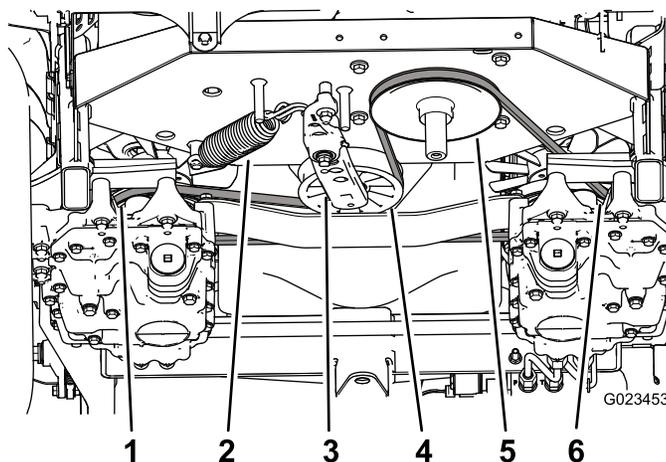

Рисунок 55
действию пружины натяжителя ремня (Рисунок 55), и снимите ремень с натяжного ролика.
4. Снимите крюк пружины натяжителя с рычага натяжителя и рамы (Рисунок 55).
9. Установите пружину на рычаг натяжителя и раму (Рисунок 55).